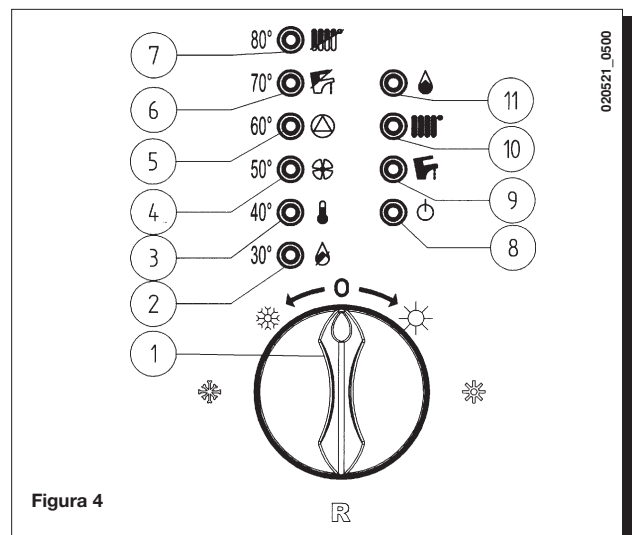

Figura 4
En este caso se aconseja repetir las operaciones de encendido, hasta que el gas llegue al quemador, ubicando momentáneamente el botón (1) en (R) (véase también figura 4).
Durante esta operación es necesario que el selector Verano/Invierno (ref. 1 de figura 4) esté en la posición OFF (0).